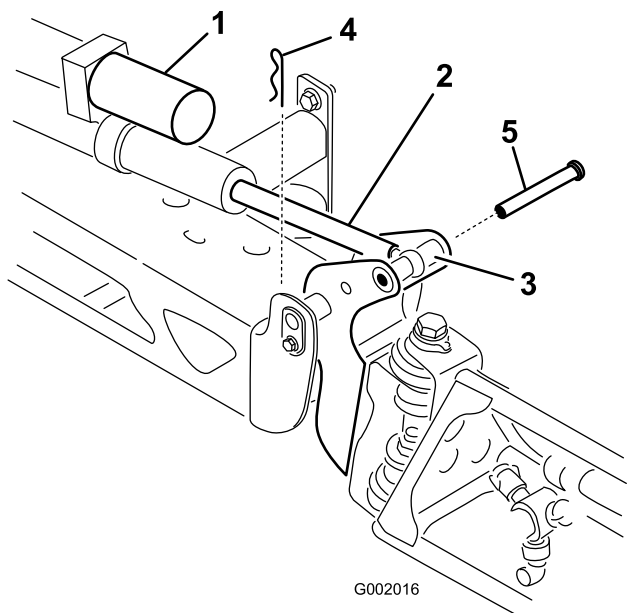

図 45
2. ピボット・ピンからコッターピンを抜き取る（図 45）。
3. ブームを持ち上げて、ピンを外す(図 45)。ブームをゆっくりと床まで降下させる。
6. ブームを持ち上げて、ピボットをアクチュエータ・ロッドに整列させる。ブームを支えながら、ブームのピボットとアクチュエータ・ロッドにピンを通す(図 45)。